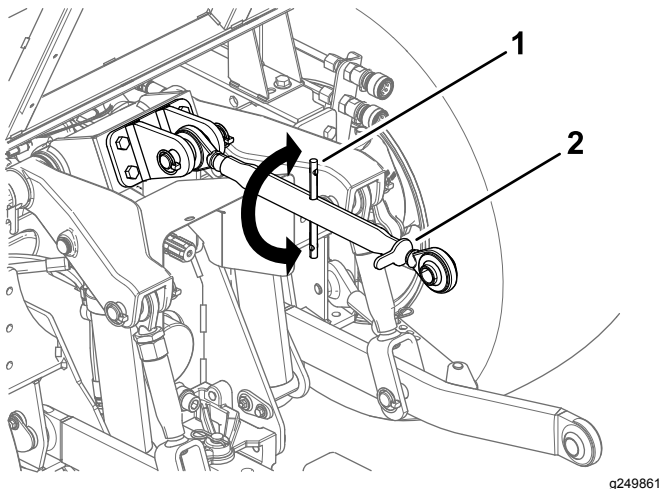

Figure 22
1. Desserrez l'écrou de blocage sur la biellette supérieure (Figure 22).
3. Resserrez l'écrou de blocage (Figure 22).